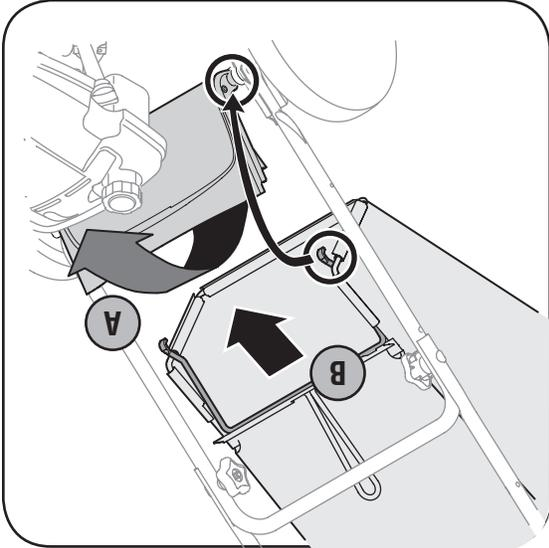

Figure 8
- a. Relevez le clapet d'éjection arrière de la tondeuse et placez le sac à herbe sur la tige de pivotement. Lâchez le clapet pour qu'il repose sur le sac à herbe. Voir la Figure 8.
- c. Sur les modèles équipés de roues arrière de 2 po de largeur, vérifiez que la rondelle à ressort se trouve sur l'intérieur de la roue, entre la roue et la tondeuse, le côté creux vers le support. Voir la Figure 8.